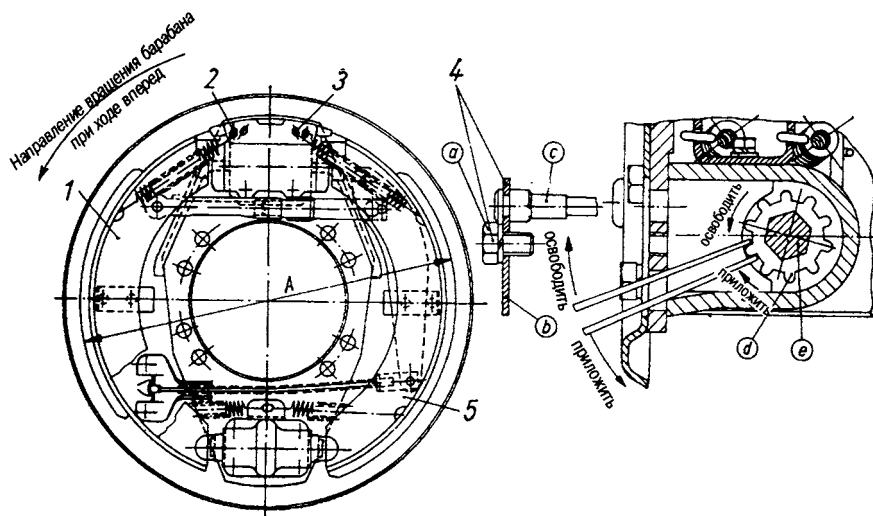

Рис.67 Колесный тормоз
10.1.1. Описание (см. рис. 67)
10.1.2. Регулировка колесного тормоза (см. рис. 67)